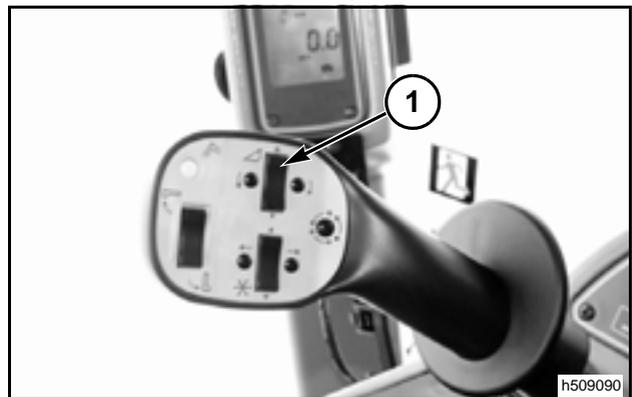

FIG. 99
FIG. 99: La tecla de control de altura (1) puede ser activado para elevar o bajar el cabezal. Cuando la tecla se suelta, el cabezal se detén en la posición el cuestión. En el modo manual de operación, ninguna señal es enviado para la válvula de control de altura electro hidráulica desde modo AHHC.